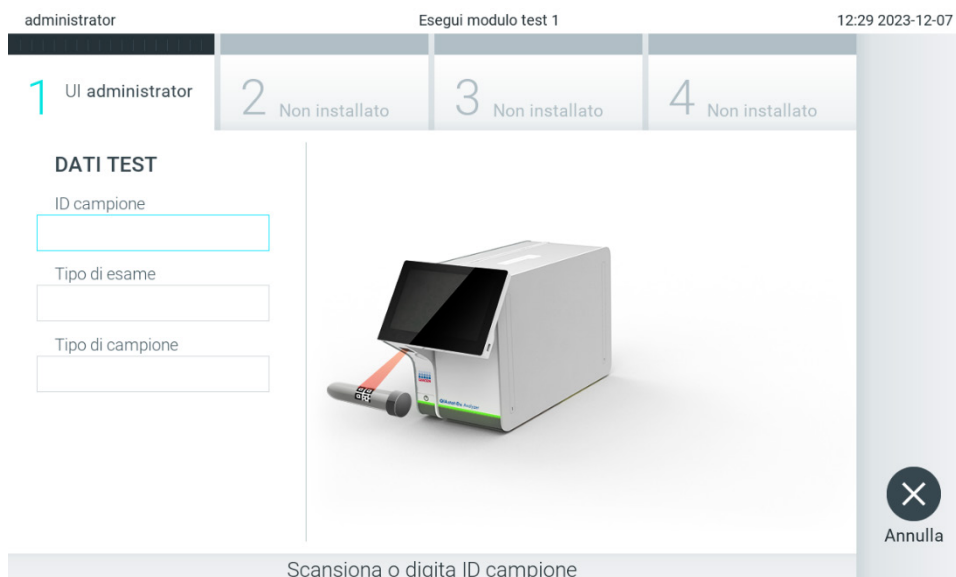

Figura 85. Scansione del codice a barre dell'ID campione.
2. Quando richiesto, eseguire la scansione del codice a barre dell'ID campione utilizzando il lettore di codici a barre integrato nel modulo operativo (Figura 85).